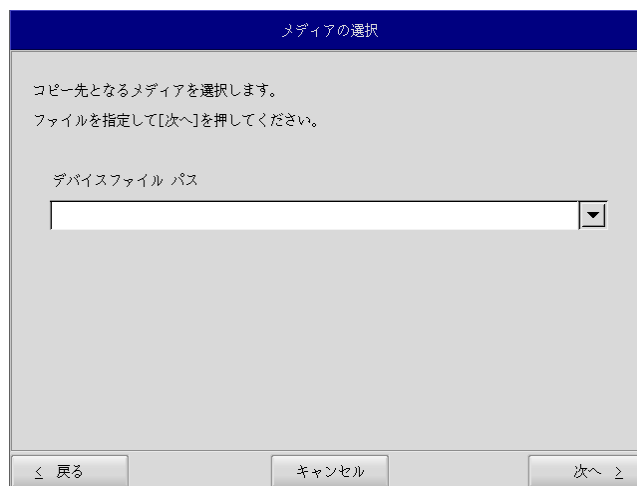

図 5-3-1. メディア選択画面
- ⑤ メディアの選択画面 (図 5-3-1) が表示されます。コピー先となるメディアを選択し、[次へ]ボタンを押します。